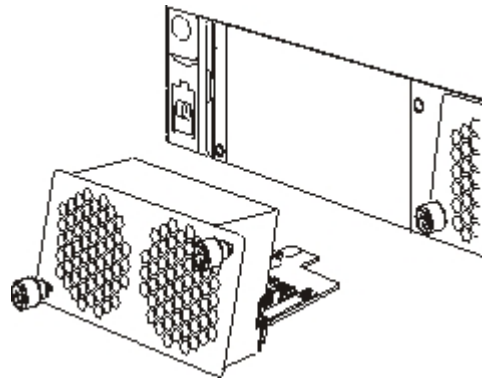
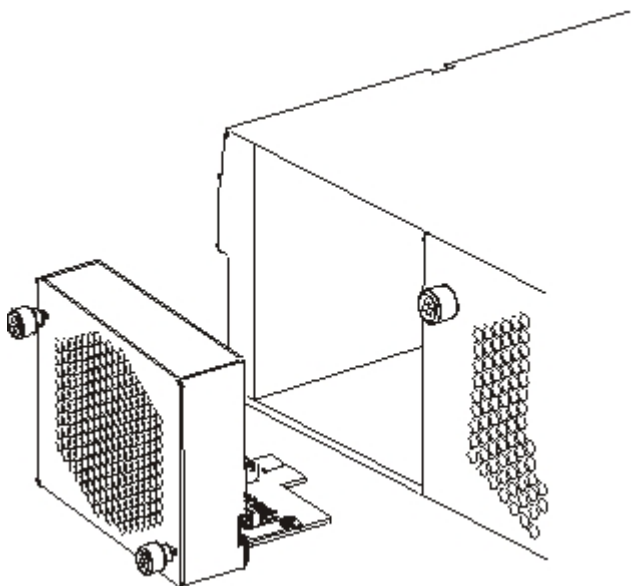

図 21. タイプ 7198 アプライアンスのファン・モジュールの取り外し
図 22. タイプ 7199 アプライアンスのファン・モジュールの取り外し
4. 図 21 または 60 ページの図 22 に示すように、ファン・モジュールを取り外します。